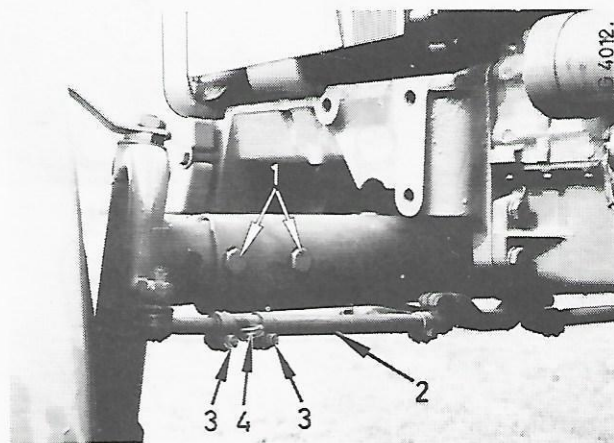

Fig. 20
La voie des roues avant peut varier de 1230 à 1730 mm par intervalles de 100 mm grâce au coulisement des extensions d'essieu qui peuvent occuper huit positions de chaque côté. Des boulons de fixation (1, Fig. 20) assurent la rigidité du montage.
- Soulevez le tracteur à l'aide d'un cric placé sous l'essieu avant et enlevez les boulons d'extension (1, Fig. 20). Retirez ensuite l'attache rapide (4) et desserrez les écrous des brides de serrage (3) de la barre d'accouplement.
- Tirez alors les extensions d'essieu avant d'une même quantité de chaque côté jusqu'à la largeur de la voie désirée. Remplacez les boulons (1) et resserrez les.